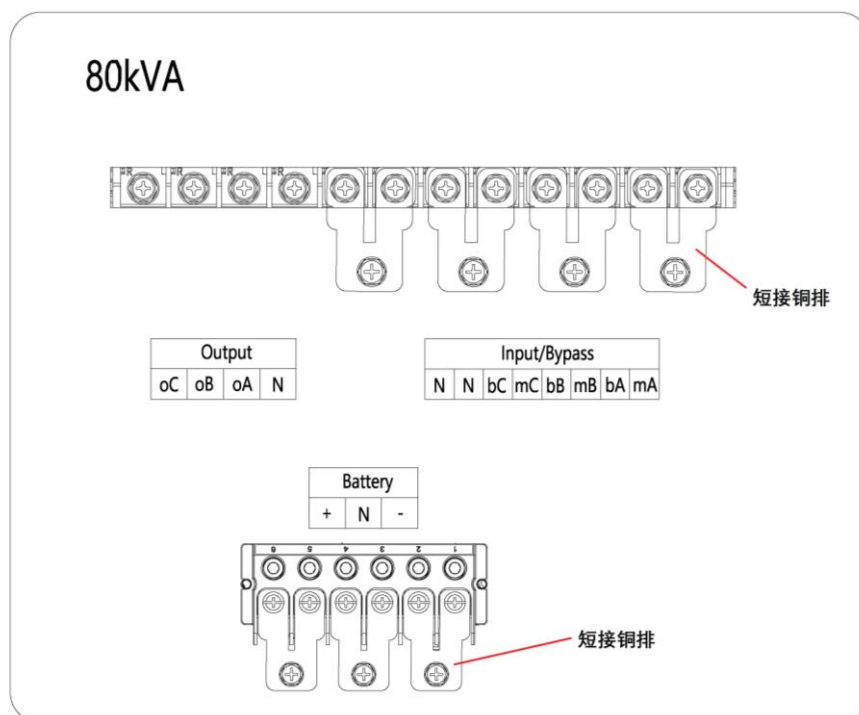

图 3-1 功率电缆接线端子及走线示意图
主路输入、旁路输入、输出及电池功率电缆与相应的 UPS 端子连接，如图 3-1 所示。
机柜接地铜排位置见图 3-1 所示。接地铜排提供多个连接孔位，分别用于连接输入地线、输出地线和外置电池地线。所有接地电缆必须通过螺栓可靠连接在 PE 铜排上。
UPS 功率电缆的接线端子位置、进线及走线方法见图 3-1 所示。
功率电缆接线步骤（如图 3-1 所示）：
2. 若用户采用主旁不同源配置，则需要拆除短接铜排，分别将主路输入电缆（mA、mB、mC、N、PE），旁路输入电缆（bA、bB、bC、N、PE），输出电缆（oA、oB、oC、N、PE）通过对应的走线孔引入机柜。按照图 3-1 所示，将功率电缆连接到对应的端子上，PE 线固定到接地铜排上。若用户采用主旁同源配置，则只需要将主路输入电缆（mA、mB、mC、N、PE），输出电缆（oA、oB、oC、N、PE）通过对应的走线孔引入机柜，按图示连接即可。
将 mA-mB-mC-N 线缆和 bA-bB-bC-N 线缆相序一一对应，并联连接至机柜的主路输入端子（如图 3-1 所示），接线时请务必确保相序正确。系统出厂默认为主旁同源配置，现场无需进行更改。
连接电池时请确保电池组端子到电池开关以及电池开关到 UPS 电池输入端子（+、N、-）之间的电缆连接极性正确（如图 3-1 所示）：即电池正极端子接至“+”端子，电池负极端子接至“-”端子，电池 N 线端子接至“N”端子，同时要断开各电池层间的一根或多根连接电缆。除非服务工程师的许可，方可接回该电缆和闭合电池开关。